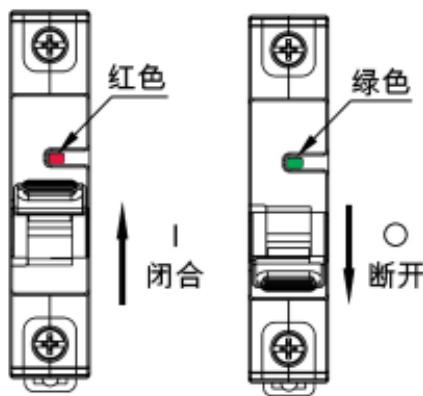

图2 NB5-63G闭合、断开状态指示
5.1 安装使用前先检查断路器标志与所使用的工作条件是否相符；断路器闭合、断开状态指示如下图2